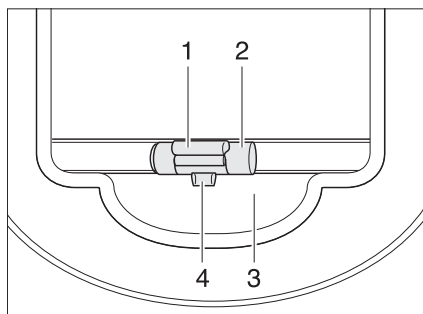

Fig. 25 Store occultant
- Tirer le store occultant vers le bas en le maintenant par la poignée (Fig. 25,2) et le faire s'enclencher.
- Tirer le store occultant vers le bas au niveau de la poignée (Fig. 25,2) et pousser la barre de déverrouillage (Fig. 25,1) vers l'extérieur. Le verrouillage (Fig. 25,4) se défait du logement (Fig. 25,3).